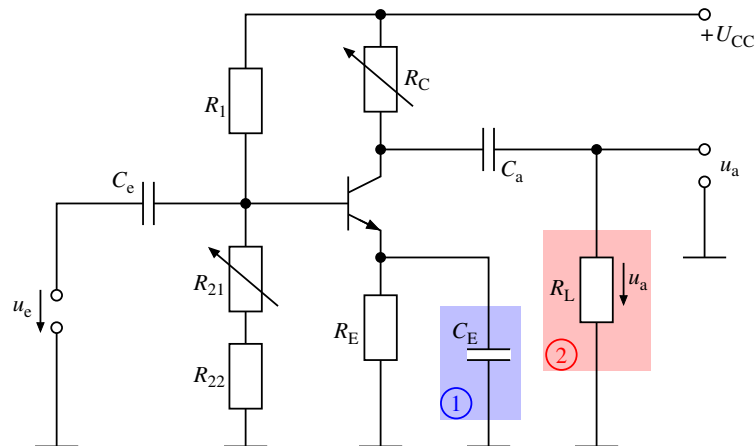

Abbildung 12: Messaufbau:
Bauen Sie die Emitterschaltung nach Abbildung 12 auf, jedoch ohne R_L , und stellen Sie den Arbeitspunkt ein.
Stellen Sie am Frequenzgenerator eine Frequenz von etwa $5,5 \text{ kHz}$ ein. Messen Sie mit dem Oszilloskop die Amplituden des Eingangssignals \hat{u}_e und des Ausgangssignals \hat{u}_a . Variieren Sie R_C von $1 \text{ k}\Omega$ bis zu $10 \text{ k}\Omega$. Messen Sie dies für den Aufbau nach Abbildung 12 die folgenden Konfigurationen:
Die Frequenz der Eingangsspannung wird zur Ermittlung von Amplituden und Phasengang der Emitterschaltung variiert. Nehmen Sie dazu die Schaltung nach Abbildung 12 mit $R_C = 10 \text{ k}\Omega$. Stellen Sie als Frequenzen Werte zwischen 6 Hz und 250 kHz ein.
2. In welchem Frequenzbereich verhält sich die Schaltung aus der Abbildung 12 als Tiefpass, in welchem als Hochpass?